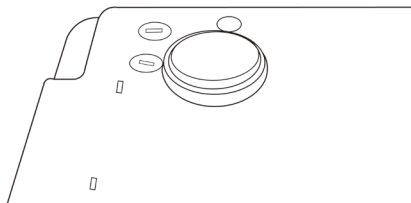

Figure 9-1 Remplacement du fusible
Utiliser un tournevis cruciforme pour retirer le porte-fusible dans le sens de la flèche (sens inverse des aiguilles d'une montre), et remplacer le fusible endommagé par un fusible principal fourni ou approuvé par notre société. Visser le porte-fusible dans le sens inverse de la flèche pour le fixer. La méthode de remplacement est illustrée dans la figure 9-1 :
- Appuyer sur le porte-fusible vers le bas et le faire tourner dans le sens inverse des aiguilles d'une montre, comme indiqué sur la Figure 9-1. Après avoir retiré le fusible endommagé pour le remplacer un nouveau, appuyer sur le porte-fusible et le faire tourner dans le sens des aiguilles d'une montre.